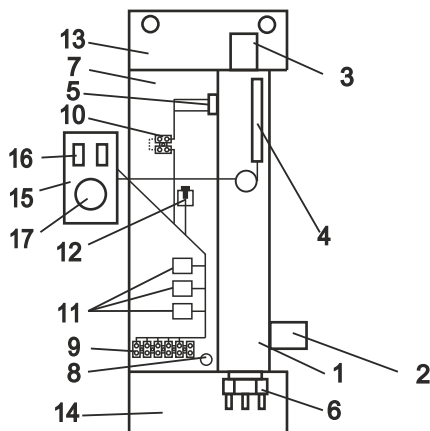

Рисунок 2 (кожух не показан):
4.3 Приборы ЭВАН-NEXT в соответствии с рис. 2 состоят из следующих основных частей:
- котла в теплоизоляции (1) с входным (2) и выходным (3) патрубками G1, датчиком терморегулятора (4), аварийным самовозвратным термовыключателем (5), отключающим прибор при 92°C , и блоком ТЭНов (6);
- панели установочной (7), с размещенными на ней: зажимом заземления (8) для подключения защитного проводника РЕ; зажимом винтовым (9), служащим для подключения внешнего силового кабеля и циркуляционного насоса; зажимом винтовым (10) для подключения датчика температуры воздуха, реле коммутации (11) и предохранителем циркуляционного насоса (12);
- верхнего (13) и нижнего (14) кронштейнов;
- панели управления (15), с расположенными на ней выключателями ступеней мощности (16) и терморегулятором (17), служащим для установки температуры нагрева теплоносителя.